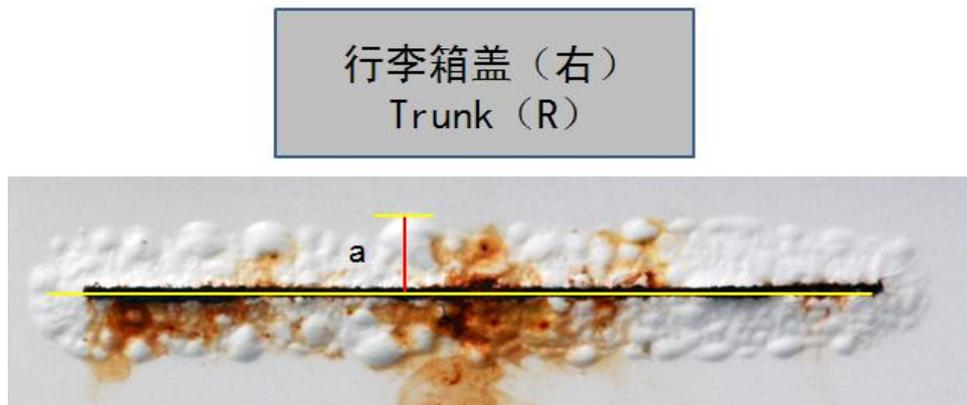

图1 车身划痕扩蚀宽度测量示意图
1) 划痕扩蚀宽度测量，必须将划痕位置标识与划痕对应；运用测量工具读取“划痕中心线”到“扩蚀最宽处”的距离值，图1示例的划痕扩蚀宽度为a。